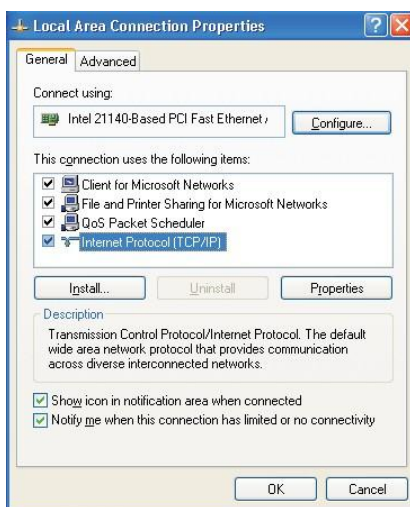

Рис. 3-2 Свойства подключения по локальной сети
- (2) Кликните <property> (свойства), войдите в окно local connection property (свойства подключения по локальной сети), как показано на Рис. 3-2.